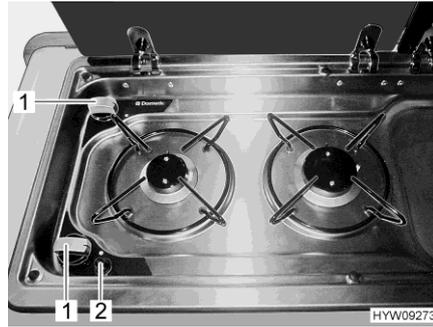

Bild 78 Gaskocher
- Drehregler (Bild 78,1) der gewünschten Brennstelle auf Zündposition (große Flamme) drehen.
- Drucktaster (Bild 78,2) drücken. Am Brenner wird ein Zündfunke erzeugt. Wenn erforderlich, Drucktaster mehrmals drücken.